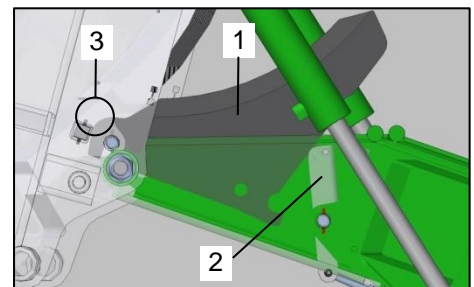

Bild 123: Schneidwerk reinigen 2
Bei der Reinigung des Schneidwerks (Bild 123 / Pos.1) muss wie folgt vorgegangen werden:
- Entfernen Sie die Abdeckung (Bild 123 / Pos.2) des Schneidwerks (Bild 123 / Pos.1).
- Entfernen Sie Ladegutreste aus dem hinteren Bereich des Schneidwerks (Bild 123 / Pos.3). Beachten Sie dabei besonders
- Schwenken Sie das Schneidwerk (Bild 123 / Pos.1) mittels der maschinenseitigen Steuerung komplett aus.